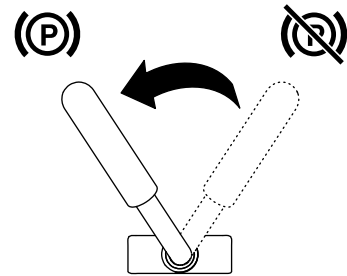

Figure 14
- Pour serrer le frein de stationnement, tournez le levier vers la gauche (Figure 14).